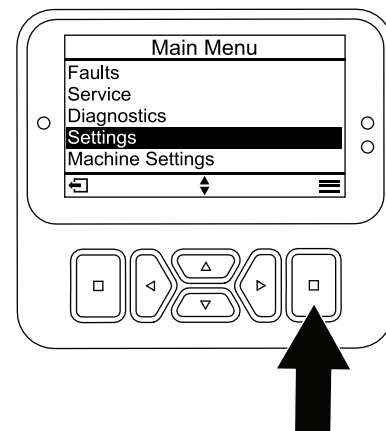

図 25
1. メイン メニューから、設定メニューまで下にスクロールし、選択ボタン (図 25) を押します。